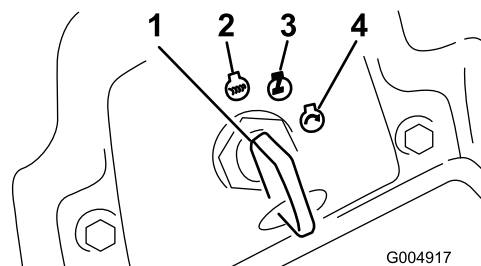

Figure 16
6. Tournez la clé de contact dans le sens horaire à la position Contact (Figure 16).
3. Tournez la clé de contact à la position Arrêt (Figure 16). Attendez l'arrêt de toutes les pièces en mouvement avant de quitter la position d'utilisation.